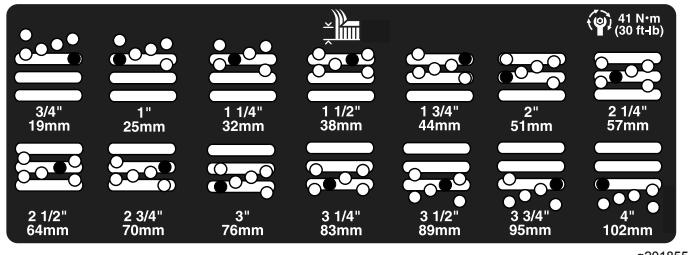

Bild 25
5. Stellen Sie die Kammer auf die gewünschte Schnitthöhe ein und setzen Sie das Distanzstück im gewünschten Schnitthöhenloch und -schlitz ein (Bild 25).